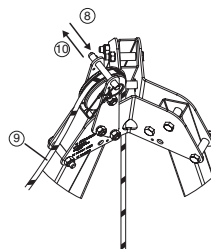

Fig. 10
8. Retirar el husillo de bola que se encuentra encima de la polea de desvío en la parte superior del trípode trapcode (Fig. 10, 8).
9. Pasar la driza del aparato Derope™ alrededor de la polea de desvío (Fig. 10, 9).
10. Volver a colocar el husillo de bola para impedir que la driza se salga de la polea de desvío (Fig. 10, 10).